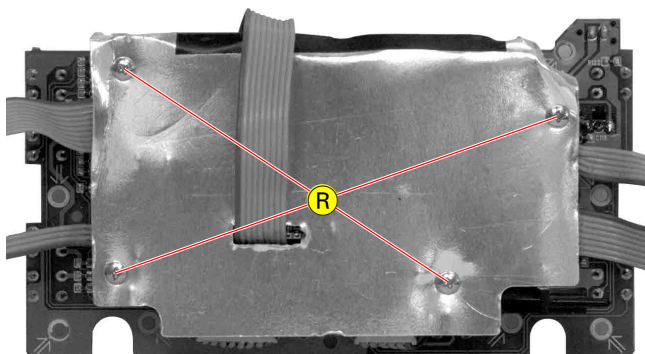

Fig. 15
- 4 Schrauben (R) (Fig. 15) herausschrauben.
- Undo 4 screws R (Fig. 15).